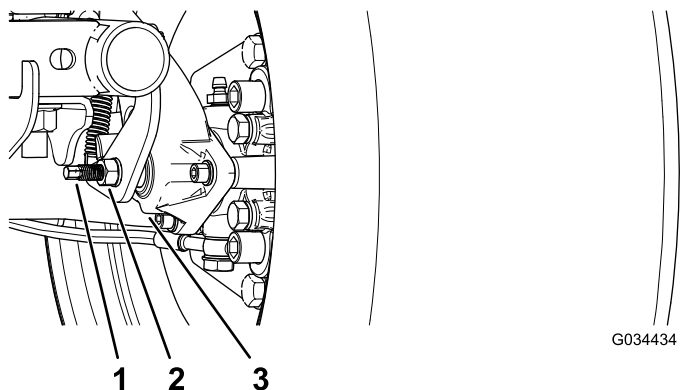

Figura 52
3. Utilizando duas chaves, segure ajustando o poste na pinça em posição com uma chave e desaperte a porca de retenção cerca de 1/4 de volta com outra chave (Figura 52).
4. Enquanto segura o polo de ajuste e a porca de retenção no lugar, rode o polo de ajuste para apertar (Figura 52).
5. Enquanto segura o polo de ajuste e a porca de retenção no lugar, afaste cerca de 1/4 de volta (Figura 52).
6. Enquanto segura o polo de ajuste e a porca de retenção no lugar, aperte a porca de retenção (Figura 52).